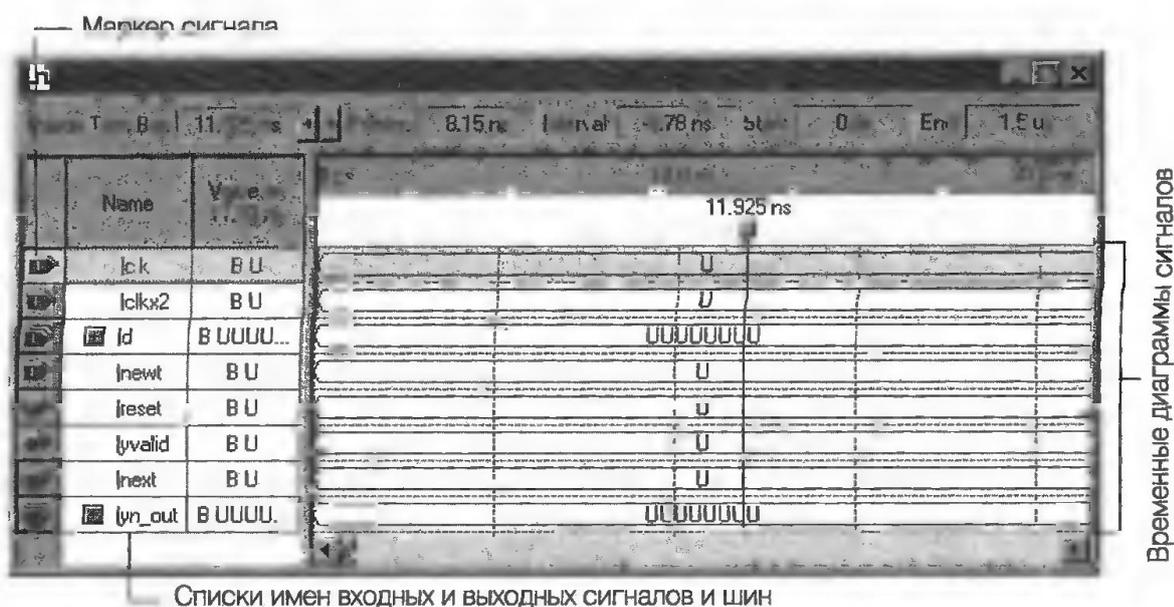

Рис. 3.66
2. Чтобы выбрать и выделить полный временной интервал диаграммы входа clk, щелкните левой кнопкой мыши на маркере clk, расположенном на левом краю окна (рис. 3.66).
2. Чтобы выбрать и выделить полный временной интервал диаграммы входа clkx2, щелкните левой кнопкой мыши на маркере узла clk, расположенном на левом краю окна (рис. 3.66).
1. Чтобы выбрать и выделить полный временной интервал диаграммы входной шины d, щелкните левой кнопкой мыши на маркере шины, расположенном на левом краю окна (рис. 3.66).
1. Чтобы выбрать и выделить полный временной интервал диаграммы входной шины *newt*, щелкните левой кнопкой мыши на маркере шины, расположенном на левом краю окна (рис. 3.66).